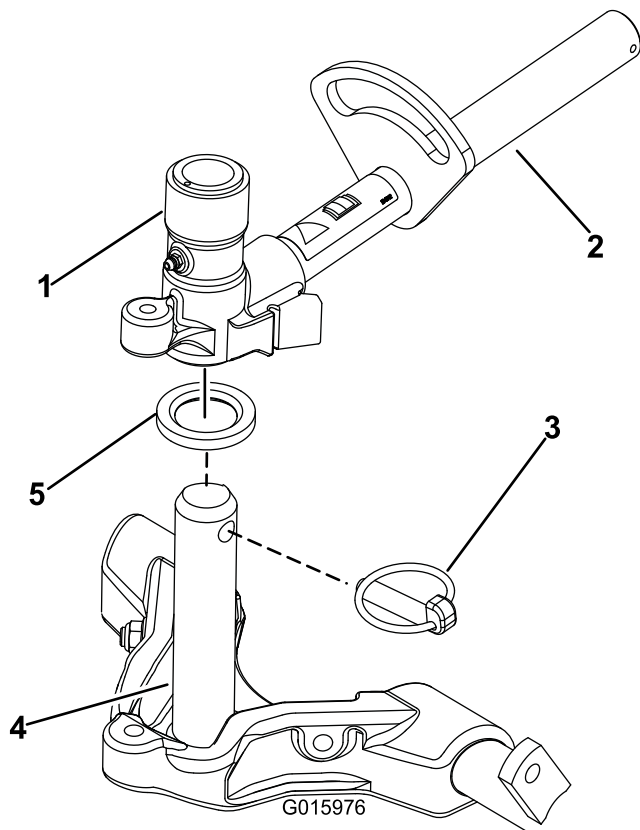

図 16
8. キャリアフレームのシャフトにきれいなグリスを塗る 図 16。
9. フロントに取り付けるカッティングユニットは、昇降アームの下に入れるときにキャリアフレームのシャフトを立てて昇降アームのピボットヨークに挿入する 図 16。スラストワッシャがキャリアフレームのシャフトの所定位置にあることを確認してください。
10. クリックピンを使って、キャリアフレームシャフトを昇降アームのヨークに固定する 図 16。
- B. 昇降アームのヨークをキャリアフレームのシャフトに通す 図 16。